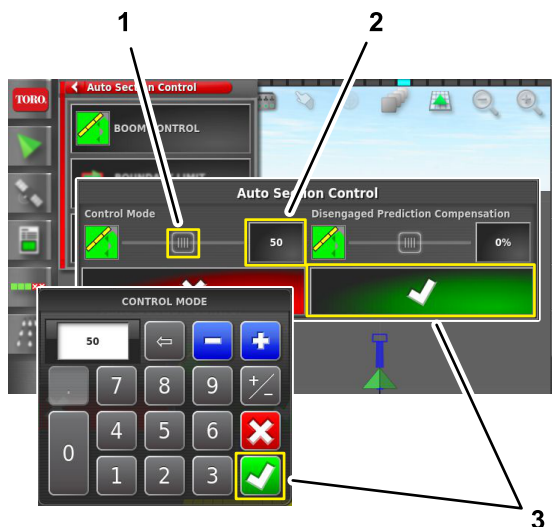

Figura 108
3. Ajuste el modo de control (Figura 108) de la siguiente manera:
- Pulse el icono VALOR, introduzca un valor con el teclado en pantalla, y pulse el icono Confirmar (Figura 108).
- Deslice el control deslizante hacia la izquierda o hacia la derecha (Figura 108).